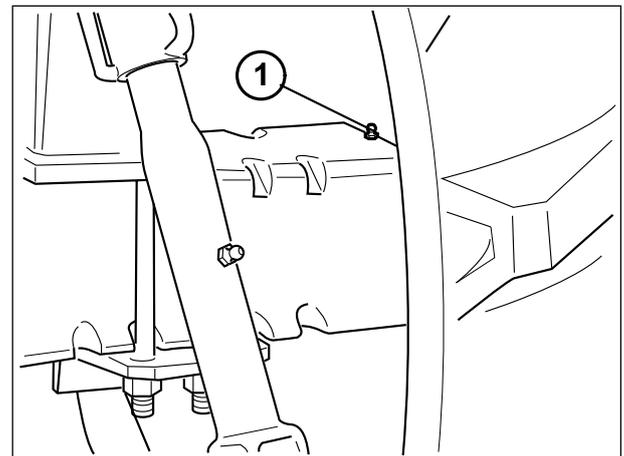

Fig5-22 - Rolamentos dos semi-eixos traseiros (2 copos de lubrificação).
- Rolamentos dos semi-eixos traseiros: dois copos de lubrificação (1 - Fig.5-22).